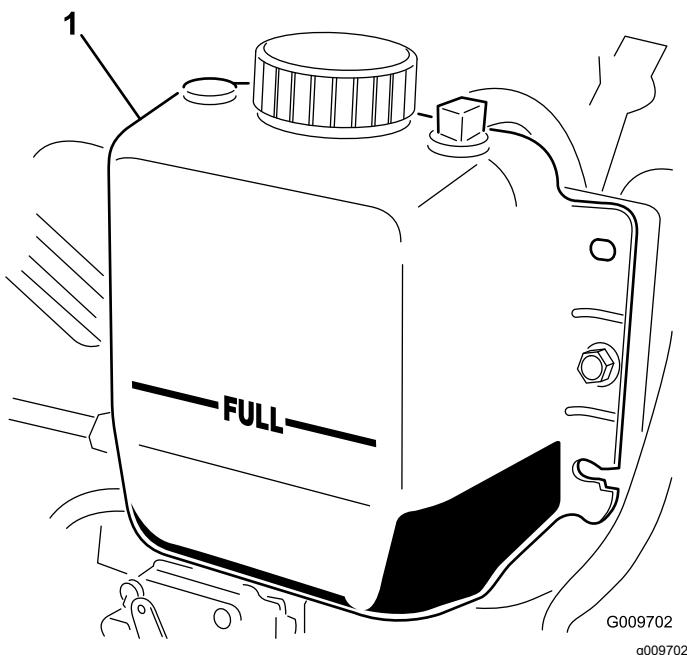

Figura 62
2. Compruebe el nivel de refrigerante del radiador. El radiador debe llenarse hasta la parte superior del cuello de llenado, y el depósito de expansión debe llenarse hasta la marca LLENO (Figura 62).